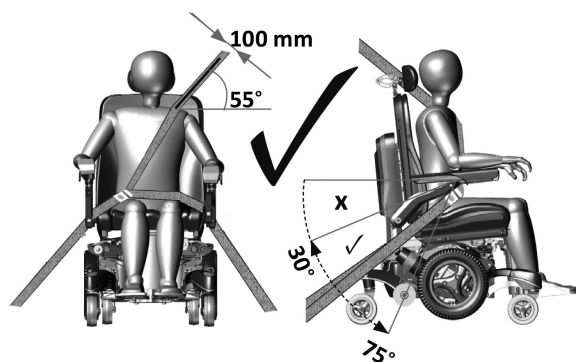
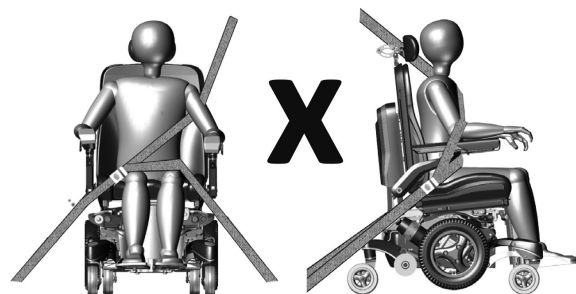

Figura 5.5 - Posizionamento corretto del sistema a tre punti di ritenuta dell'utente
Figura 5.6 - Posizionamento non corretto del sistema a tre punti di ritenuta dell'utente
- Le cinture di sicurezza devono essere fissate al montante del veicolo e non devono essere tenute lontane dal corpo da componenti della carrozzina elettronica come braccioli, ruote ecc. (Figura 5.6)
- Una cintura pelvica deve essere sistemata in basso, sulla parte anteriore del bacino in modo che l'angolo di ritenuta sia tra i 30° e i 75° rispetto all'orizzonte (Figura 5.5)
- È comunque consigliabile posizionarla a un'angolazione maggiore all'interno dell'intervallo di valori desiderato (Figura 5.5)
- Far passare la cintura sulla parte superiore del tronco, sopra la spalla e lungo il torace come illustrato in Figura 5.5. Non posizionare le cinture come mostrato in Figura 5.6